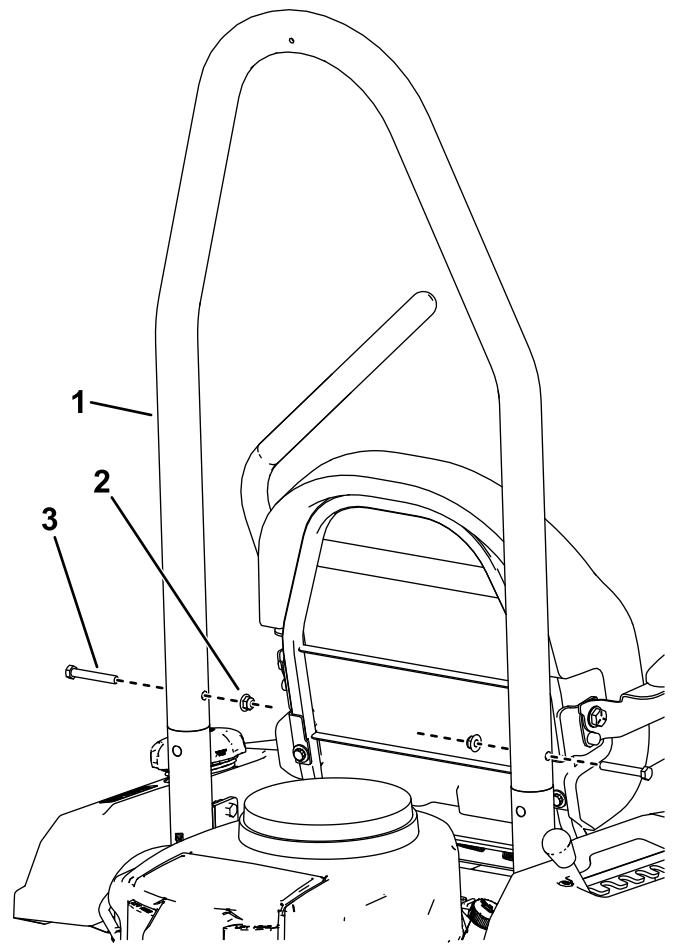

Figure 15
4. L'angle du tube du ROPS étant dirigé vers l'arrière de la machine, fixez le tube sur les supports du ROPS à l'aide de 2 boulons (3/8" x 2 1/2") et 2 contre-écrous (3/8"), comme montré à la Figure 15.